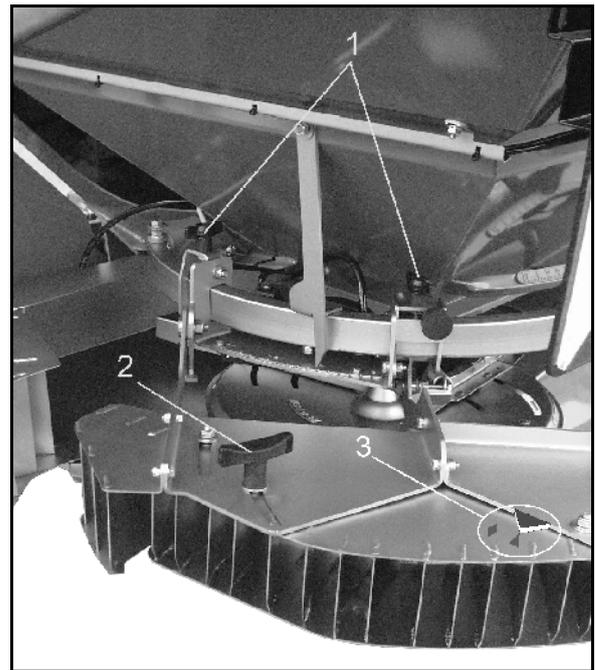

Fig. 65
- Symbol“▲” oder “◆”(Fig. 65/3)
2. Die Flügelmutter (Fig. 65/1) lösen
5. Griff (Fig. 65/2) lösen
6. Schirm drehen, bis der Zeiger (Fig. 65/3) auf dem “▲” oder “◆” Symbol steht.